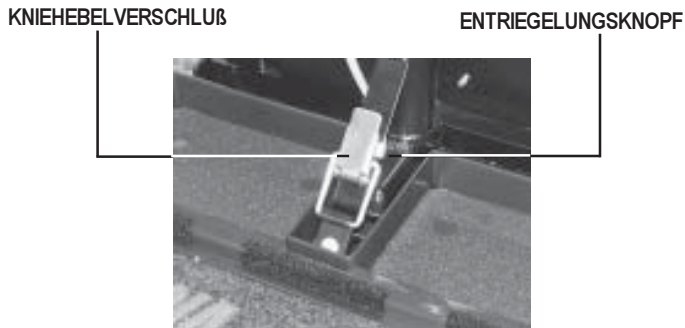

ABB. 16. KNIEHEBELVERSCHLUß
1. Entriegelungsknopf drücken und gleichzeitig den Kniehebelverschluss ziehen. Siehe Abb. 16.
5. Kniehebelverschluss sichern. Siehe Abb. 16.